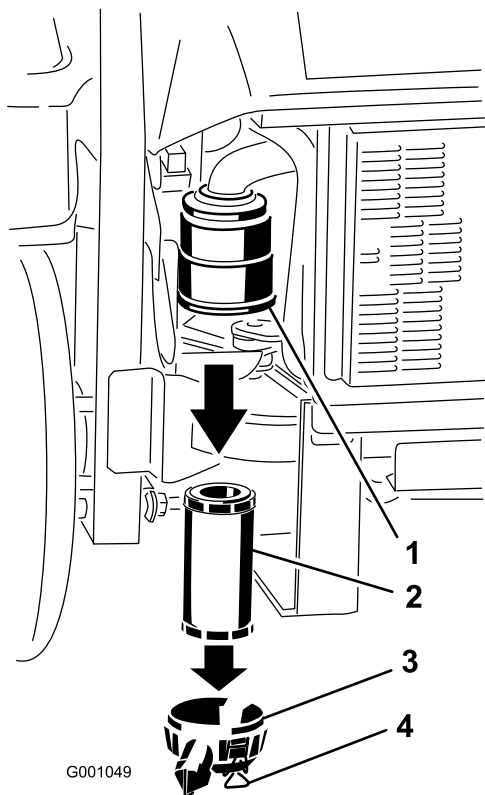

Figure 45
3. Ouvrez les dispositifs de verrouillage du filtre à air et détachez le couvercle du boîtier du filtre (Figure 45).
5. Sortez l'élément filtrant du boîtier du filtre avec précaution (Figure 45).